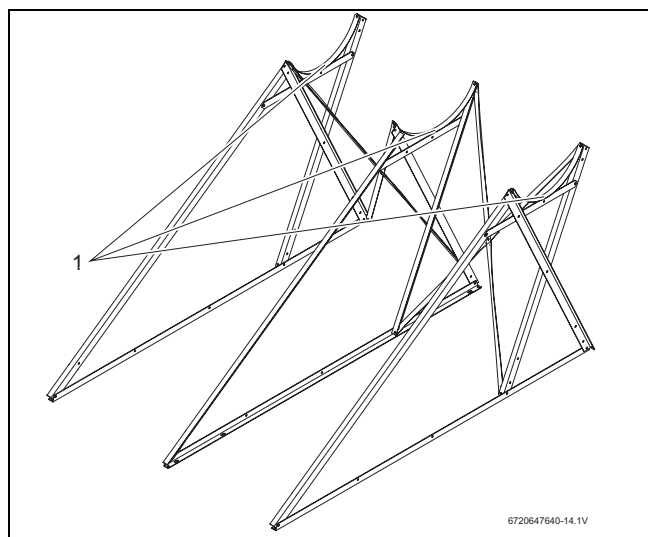

Fig. 22 Fixer les attaches du ballon
- ▶ Fixer les attaches du ballon (→ fig. 22, [1]) entre les deux équerres d'appui-ballon. Veiller à ce que la tête de vis plate soit orientée vers le ballon monté ultérieurement.